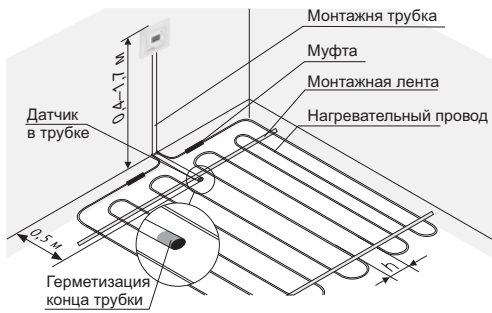

Рисунок 1. Монтаж терморегулятора и системы теплый пол
- Для этого необходимо снять лицевую рамку, поддев ее со стороны отверткой, вставленной в паз (рис. 1). Поместить терморегулятор в монтажную коробку и закрутить монтажные винты.